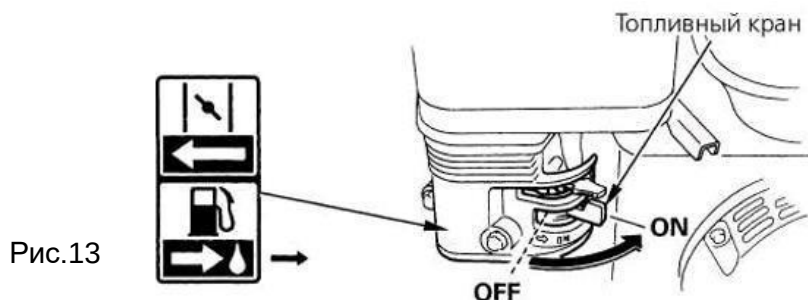

Рис.13
3. Поверните рычаг крана подачи топлива в положение **ON** (включено) (см. рис. 13).